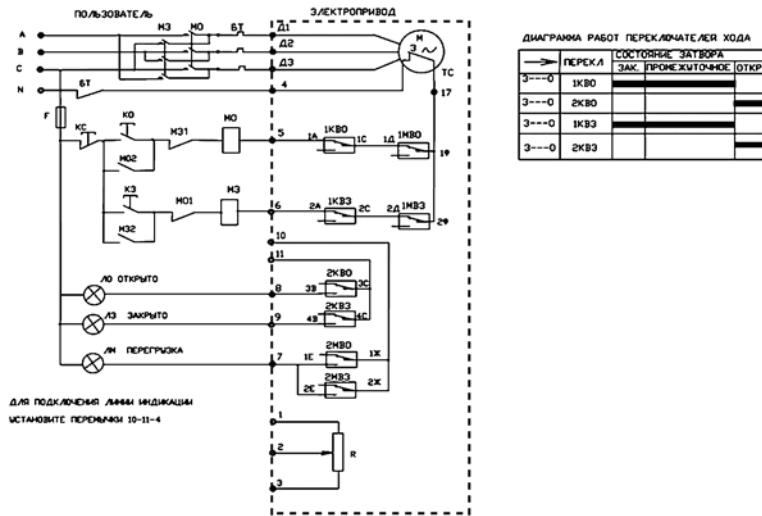
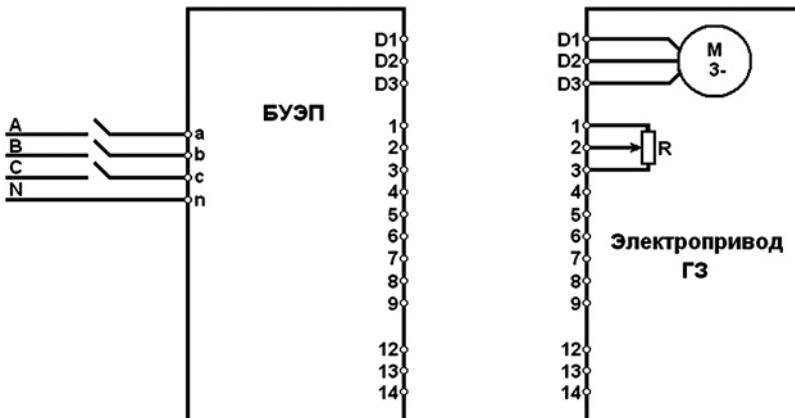

Рис.4 Принципиальная электрическая схема подключения электропривода ГЗ-А.70
Рис.5 Блок-схема подключения БУЭП к электроприводу
Для управления электроприводом применяется электрическая схема, приведенная на рис.4.
В случае использования для дистанционного управления электроприводом ГЗ-А.70 блока БУЭП-2 применяется схема, приведенная на Рис. 5.
Подключить электропривод согласно электрической схеме (рис.4).
Установить крышку (16) (рис. 1). Далее проверить направление движения затвора арматуры при работе от электродвигателя на открытие и закрытие: диск индикатора положения затвора арматуры должен вращаться в сторону закрытия (открытия). Пуск осуществлять на короткое время, позволяющее определить направление движения выходного вала. Если диск будет вращаться в направлении обратном заданному, поменяйте местами фазы (A, B, C) питающего напряжения на силовом щите: (A и B, или A и C, или B и C) (рис. 4, рис. 5).